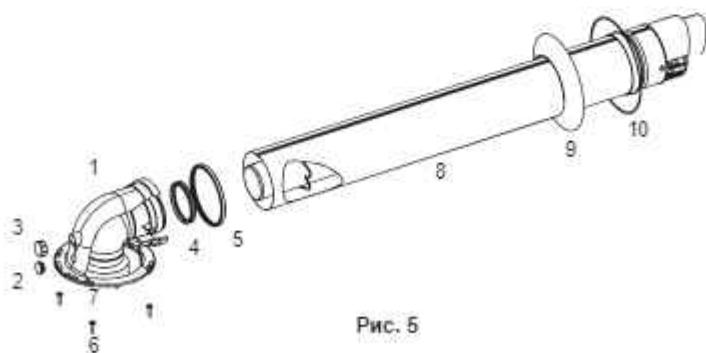

Рис. 5
- Отдельно от прибора (Опция) предоставляется комплект герметичного дымохода в картонной коробке. Стандартный комплект герметичного дымохода (Ø 60/100) состоит из нижеуказанных частей (Рисунок 5).